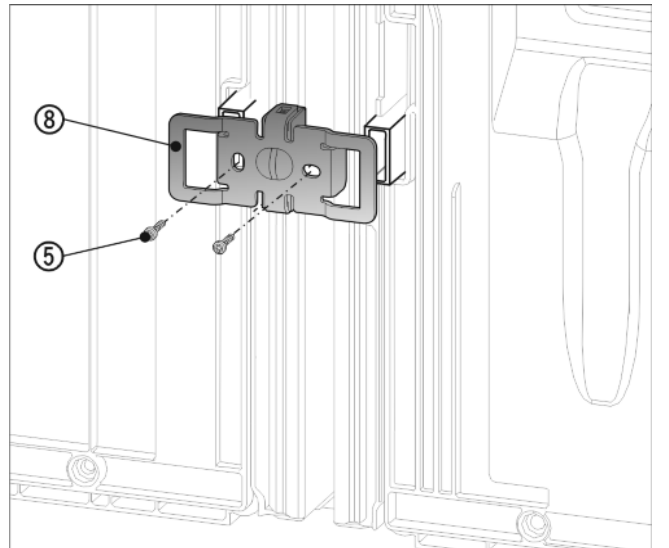

Fig. 12
- 使用凹槽重新将角 Fig. 12 (8) 推入壁距调整垫片的插槽上方。
- 使用两颗螺栓 Fig. 12 (5) 拧紧固定。